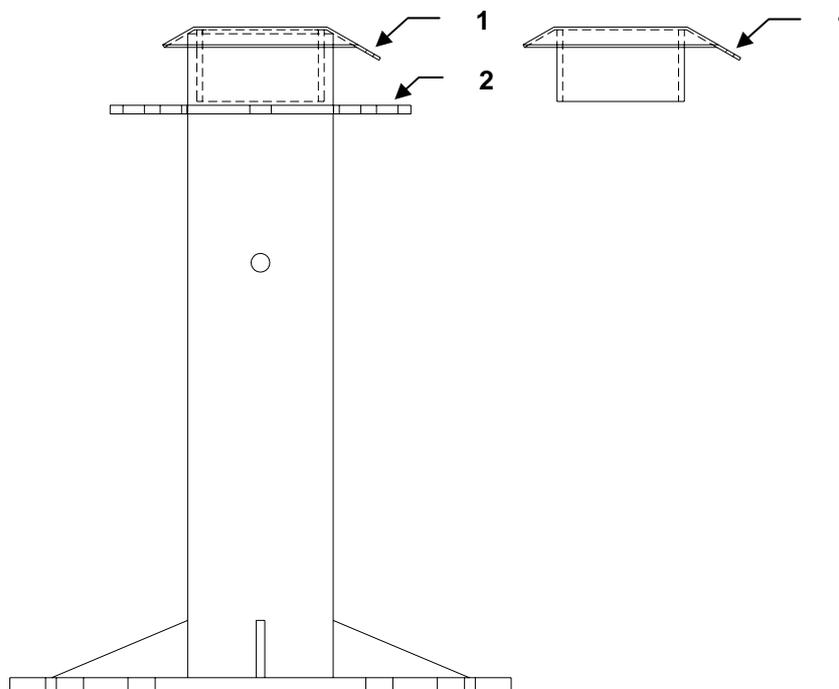

Fig. 4
- Nel caso di installazione del solo dispositivo **SIGURPAL PN - PNI - PNC** posizionare il tappo di chiusura nella parte superiore del palo e collegarlo tramite apposito foro (Fig. 4 pos. 1) e catena al foro presente nell'anello di ancoraggio linea vita del dispositivo (Fig. 4 pos. 2).